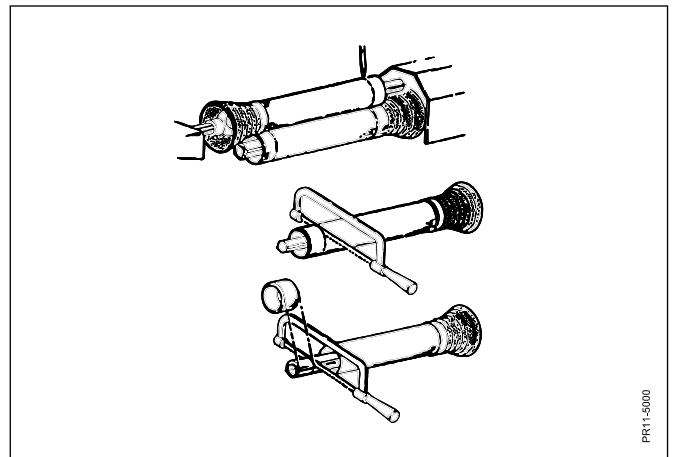

Fig. 2
- FIG. 2** Kraftoverføringsakslens længde kontrolleres.